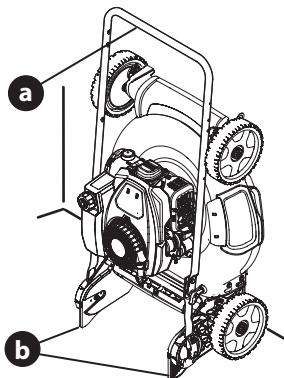

Figura 21
- Levantando de la manija (a), incline la cortadora hacia arriba sobre las ruedas traseras y hacia atrás del soporte de la manija (b) (Figura 21).
- Para desplegar la manija, destrabe las dos palancas de liberación de la manija (recuadro, Figura 21) y realice los PASOS 5-8 de MONTAJE, Manija de Almacenamiento Vertical en la page 31.